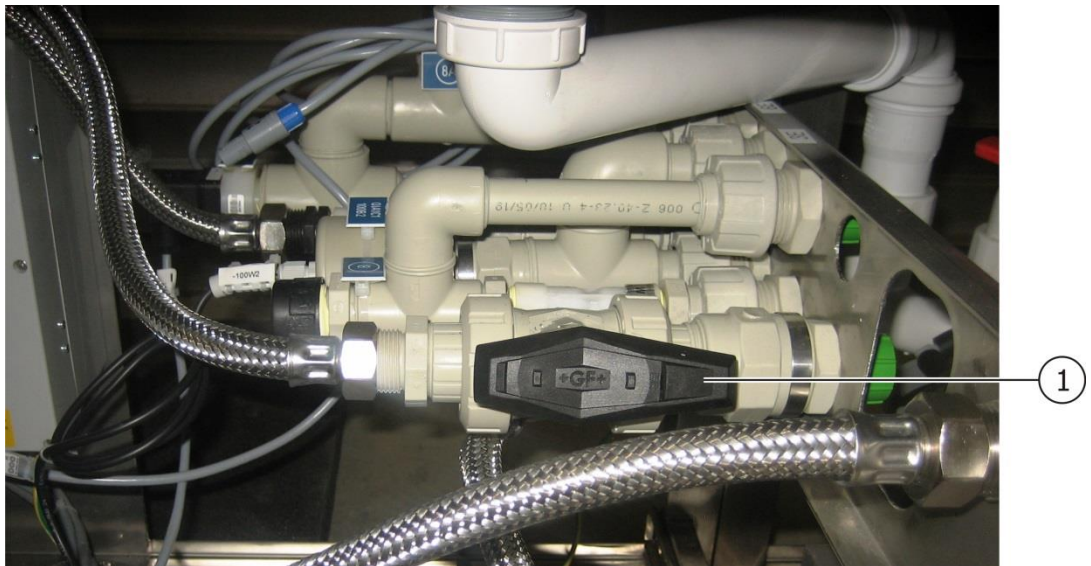

Abb. 8: Innenansicht von vorne, Detail Absperrhahn
- Öffnen Sie den Absperrhahn Leitungswasser (Abb. 8: Pos. 1).